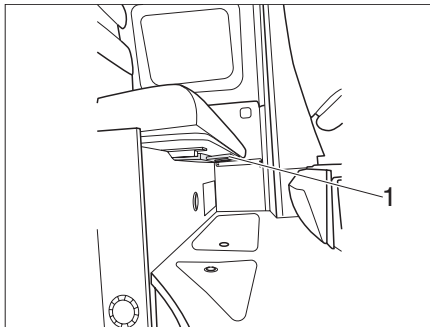

Bild 39 Sitzbank verstellen
- ▶ Hebel (Bild 39,1) unter dem Sitz fassen und nach vorne ziehen.
- ▶ Hebel (Bild 39,1) wieder loslassen.